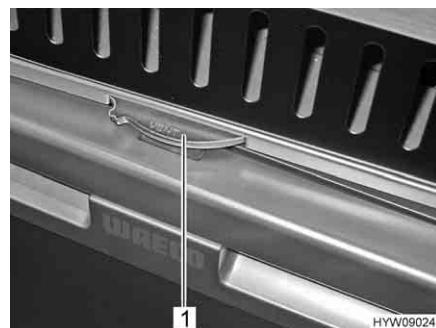

Fig. 97 Bloccaggio (porta del frigorifero)
- Ruotare a destra ("Lock") la ruota di bloccaggio (Fig. 97,1) fino all'arresto. La posizione "Lock" resta impostata durante il funzionamento.
- Ruotare a sinistra ("Vent") la ruota di bloccaggio (Fig. 97,1) fino all'arresto.